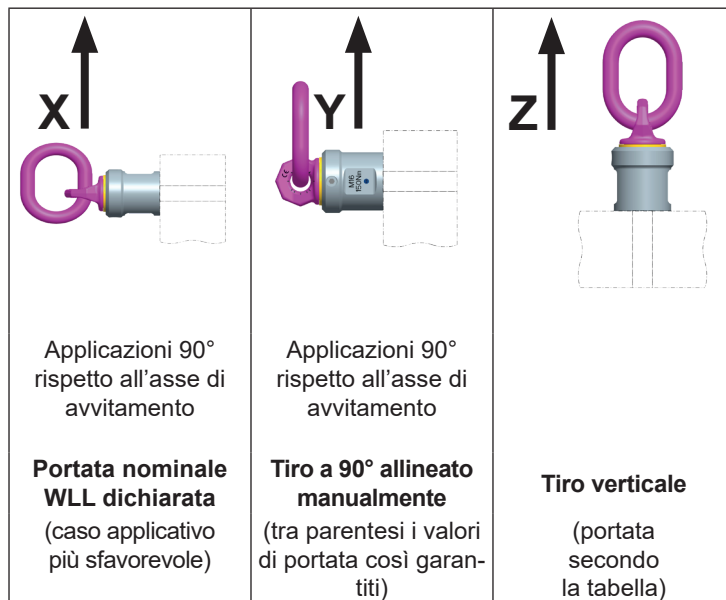

Fig. 9: Direzioni di carico
- La capacità di carico nominale è indicata sul componente ed è sempre riferita all'utilizzo più sfavorevole possibile, cioè allo scenario peggiore (vedi Fig. 9 – fig. X).
- Quando l'anello di carico del golfare è ruotato di 90° rispetto all'asse di avvitamento (Fig. 9 figg. X e Y), la capacità di carico del VWBM è limitata alla sua capacità di carico nominale (WLL).
- Con l'anello di carico / anello di aggancio orientato manualmente (vedi Fig. 9 - fig. Y) si possono applicare i valori() più alti dalla *Tabella 3* se non si effettua la rotazione o il capovolgimento.
Se il golfare VWBM viene caricato soltanto verticalmente (in direzione assiale del filetto, vedi Fig. 9 - fig. Z), è possibile applicare i relativi valori di portata indicati nella *Tabella 3* (angolo di inclinazione 0°).
I VWBM sono adatti per ruotare e capovolgere i carichi. Il movimento rotatorio continuo sotto carico non è tuttavia ammesso in nessuna direzione di carico (Fig. 9).
- In caso di rotazione con angolo negativo inferiore a 90° rispetto all'asse di avvitamento (Fig. 9 figg. X e Y), la capacità di carico per VWBM è limitata alla capacità di carico nominale (Tabella 3: colonne con angolo di inclinazione 90°).
- Se, in fase di rotazione del carico, l'anello di portata del golfare supera in negativo l'angolo di 90° rispetto all'asse di avvitamento, la portata maggiore "Y" non è ammessa (Fig. 9 – fig. Y / valore tra parentesi nella Tabella 3).
- Se la rotazione avviene esclusivamente in verticale rispetto all'asse di avvitamento (Fig. 9– fig. Z), è possibile applicare i relativi valori di portata indicati nella Tabella 3 (angolo di inclinazione 0°).